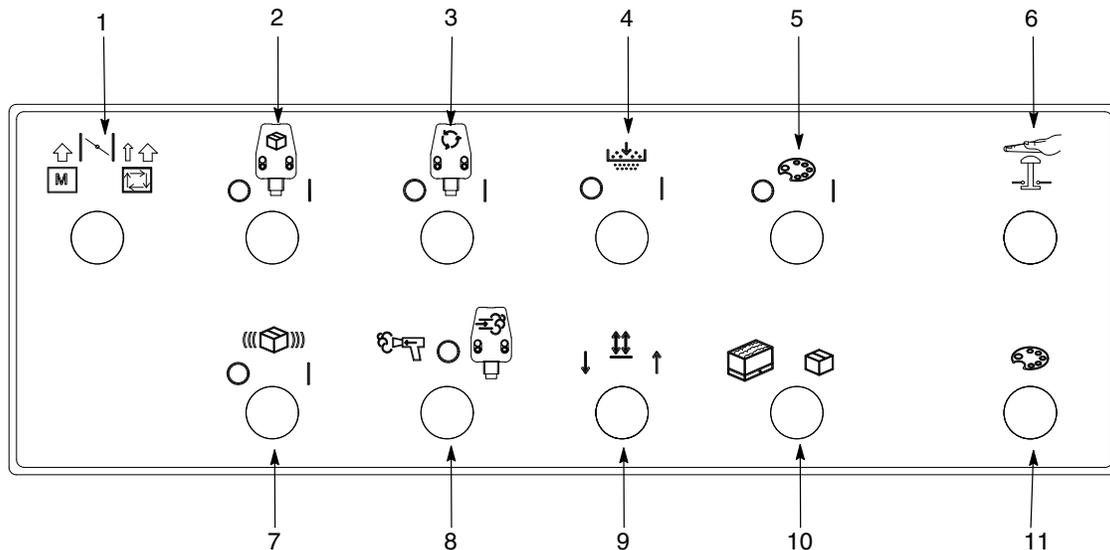

Figura 5-1 Controles del centro de alimentación
Ver la figura 5-1 para los controles del operario del centro de alimentación, y la *Sección 4, Ajuste*, para los ajustes de funcionamiento del PLC.
Ver la figura 5-1. El centro de alimentación recibe el polvo a través de las bombas de transferencia de polvo de regeneración y virgen HDLV. El polvo se tamiza antes de fluir a la tolva de alimentación. La cribadora se conecta y desconecta con el interruptor de control de la cribadora (4).
Ver la figura 5-1. El funcionamiento de las bombas de transferencia de polvo de regeneración y virgen lo controlan los interruptores del selector independiente (2, 3). Girando los interruptores a la posición CON (I) se habilitan las bombas de transferencia.
Ver la figura 5-1. Girar el interruptor selector de control de purga (8) a la posición de purga de la bomba mientras la bomba está conectada. El aire de purga se aplica a la bomba siempre que el interruptor esté en la posición de purga.
Ver la figura 5-1. Cuando el interruptor selector de la fuente de polvo (10) está ajustada a la tolva, la lanza se desplaza a la tolva hasta que el sensor de proximidad de la tolva en el cilindro de elevación se activa y detiene la lanza que está en la parte de arriba de la placa de fluidificación. Si el nivel de polvo cae por debajo del sensor de nivel, se pone en marcha un temporizador de retardo (campo ajustable).
Ver la figura 5-1 para los controles del operario del centro de alimentación. Se inicia una secuencia de cambio de color girando el selector de habilitar cambio de color a CON. La secuencia finaliza o se aborta girando el selector a DES.